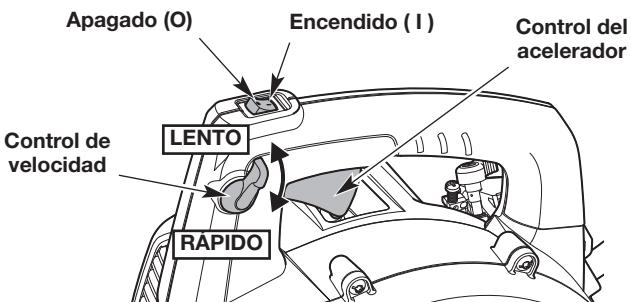

Fig. 3
- NOTA:** No es necesario encender la unidad. El interruptor de encendido/apagado está en la posición ENCENDIDO (I) en todo momento (Fig. 3).
4. Mueva el control de crucero a la posición **LENTO** (Fig. 3).
NOTA: Mantenga el control de crucero en posición **LENTO** y **NO** presione el control del acelerador hasta el paso 9 (Fig. 3).
8. **NO** apriete el control del acelerador. Ponga el motor en una marcha lenta durante 5 a 10 segundos. Si la unidad se detiene durante ese período, oprima y mantenga oprimido el control del acelerador o mueva el control de crucero a la posición **RÁPIDO** (Fig. 3) y tire de la cuerda de arranque con un movimiento controlado y firme hasta que la unidad se ponga en marcha.
9. Apriete y mantenga oprimido el control del acelerador o mueva el control de crucero a la posición **RÁPIDO** (Fig. 3). Deje que el motor se caliente durante 30 a 60 segundos.
2. Oprima y mantenga apretado el interruptor de encendido/apagado en la posición **APAGADO (O)** hasta que el motor se pare por completo (Fig. 3).
- Use el control de velocidad para facilitar la operación continua (Fig. 3).